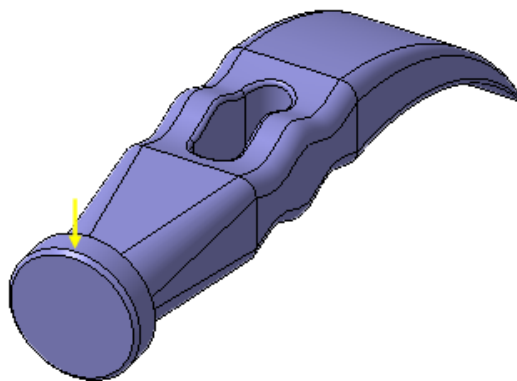

Рисунок 47.
- Постройте фаску длиной 1 мм и под углом 45 градусов (рис. 47).